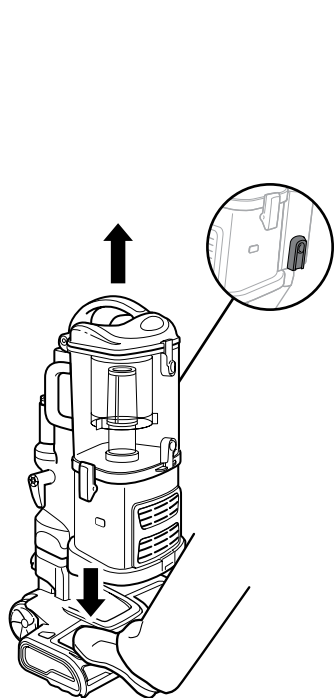

Fig. 13
- 1 Séparez le corps de l'aspirateur portable Lift-Away de la buse à plancher en enfonçant le bouton de dégagement rouge (a) sur le côté de l'appareil. Maintenez la buse sur le plancher avec votre pied et tirez le corps de l'aspirateur vers le haut. (Fig. 13)